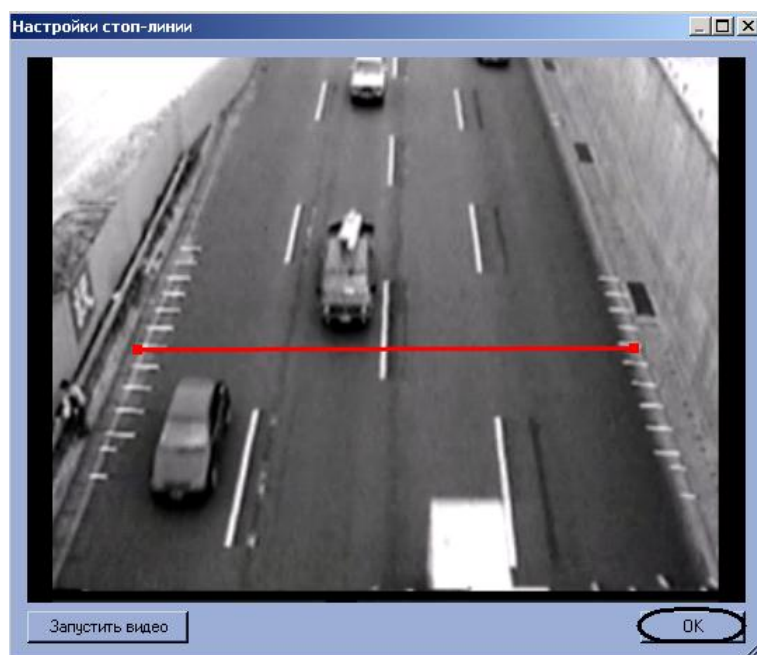

Рис. 7.2—33 Задание стоп-линии
4.3 Задать стоп-линию. Для этого требуется привести курсор мыши на один из краев дороги, нажать левую клавишу мыши и, не отпуская левой клавиши мыши, сместить курсор на другой край дороги в кадре видеоизображения (см. Рис. 7.2—33).